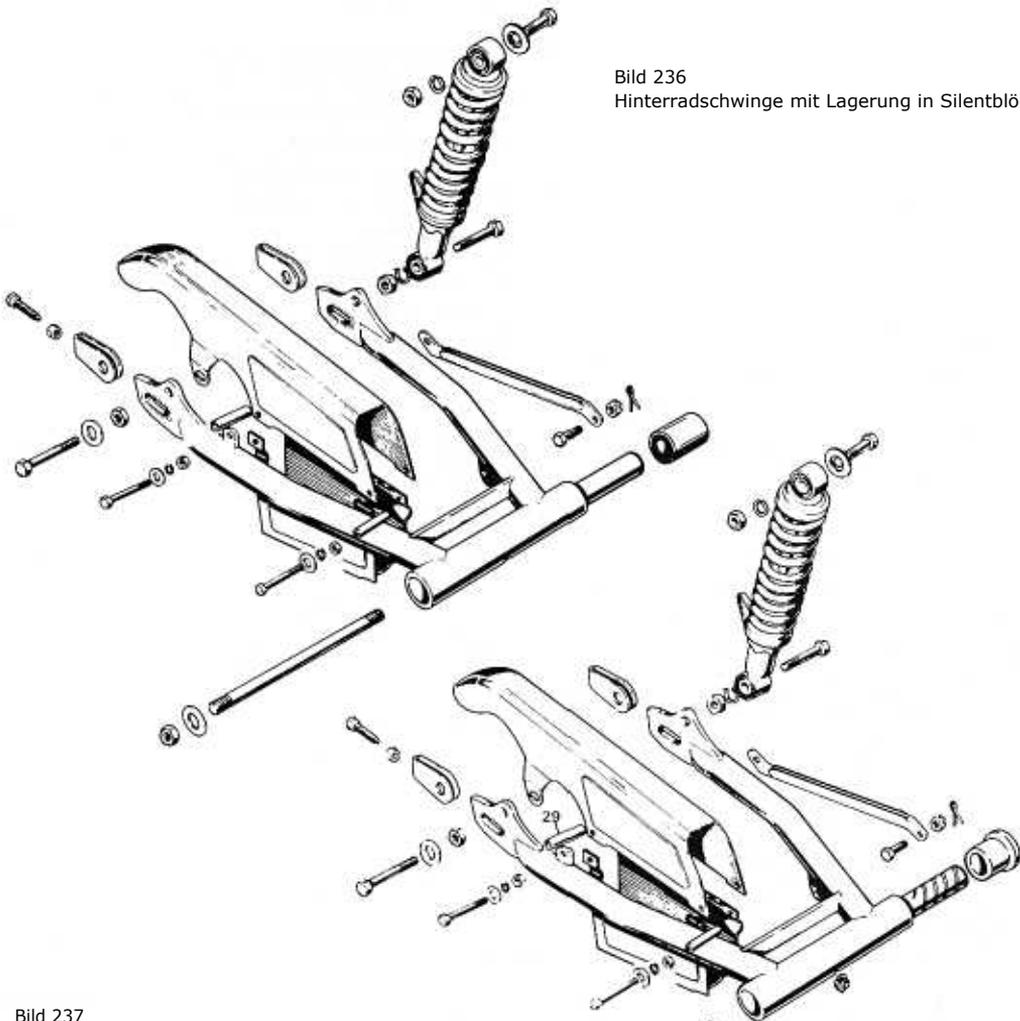

Bild 237
- Vor dem Ausbau der Bronzebüchsen den Schmiernippel an der Unterseite des Querrohres entfernen. Die Büchsen nehmen nicht direkt die Achse auf, sondern ein Stahlrohr mit einer schraubenförmigen Nute, durch die das Fett vom Schmiernippel zur Büchse gelangt (Bild 237). Die Bronzebüchsen nützen sich mit der Zeit ab, das Stahlrohr jedoch kaum. Zuerst wird das Stahlrohr ausgetrieben, dann die Büchsen mit einem langen Dorn von der Gegenseite her. Die Büchsen liegen mit ihrem Bund an der Schwinge auf. Der Einbau erfolgt in umgekehrter Reihenfolge. Achten Sie dabei auf grösste Sauberkeit. Das Stahlrohr vordem Einbau reichlich schmieren, nach dem Zusammenbau den Schmiernippel einsetzen und reichlich Fett einpressen, bis der Zwischenraum zwischen den Büchsen sicher mit Fett gefüllt ist. Die Bronzebüchsen können manchmal sehr fest sitzen. Der Ausbau wird erleichtert, wenn man die Schwinge in einem Ofen erwärmt. Die neuen Büchsen lassen sich noch leichter einsetzen, wenn man sie tiefkühlt, bevor man sie in die angewärmte Schwinge einsetzt. Manchmal kann es sich als nötig erweisen, stramm eingepresste Büchsen auszureiben.